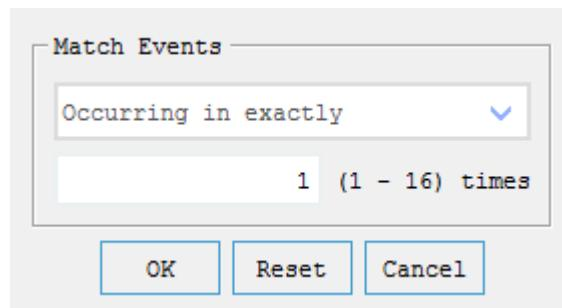

图 3.19 Match Counter 配置
**【Counter】:** Counter 用来选择该 Trigger Unit 的 Function 被满足多少次后, 该 Trigger Unit 的表达式才算满足。如果该 Trigger Unit 中的 Counter 可用, 则该列项为黑色字, 如果不可用, 则该列项为灰色。Counter 列被单击后, 弹出 Match Counter 配置对话框, 如图 3.19: